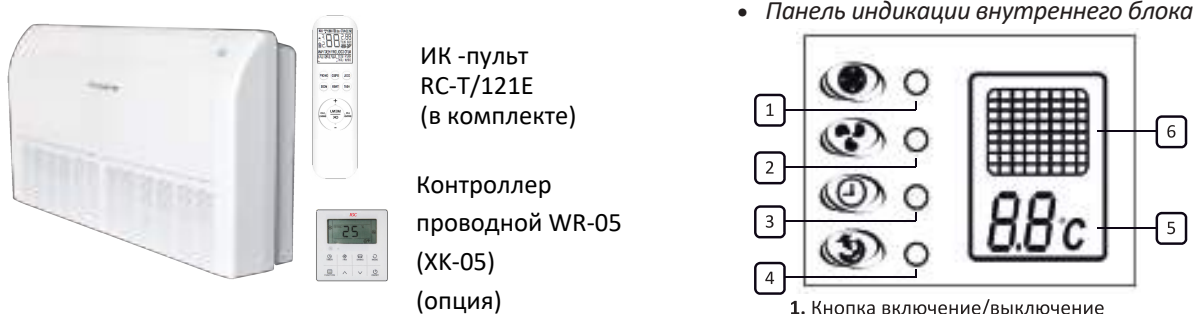

Рисунок 6.5
6.3 Блоки напольно - потолочного типа (рис.6.5)